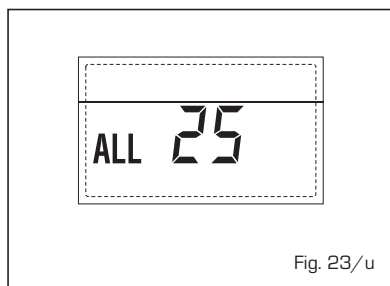

Fig. 23/u
- ANOMALIA AVARIA SONDA SOLAR S3 "ALL 26" (fig. 23/v)